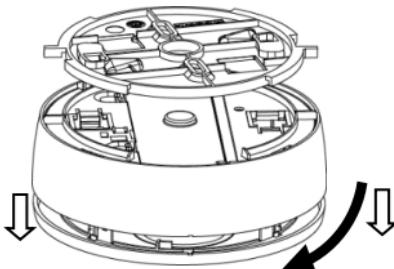

Figura 13
1. Rimuovere il rivelatore dalla staffa di fissaggio ruotando il rilevatore in senso antiorario (*vedere Figura 13*).